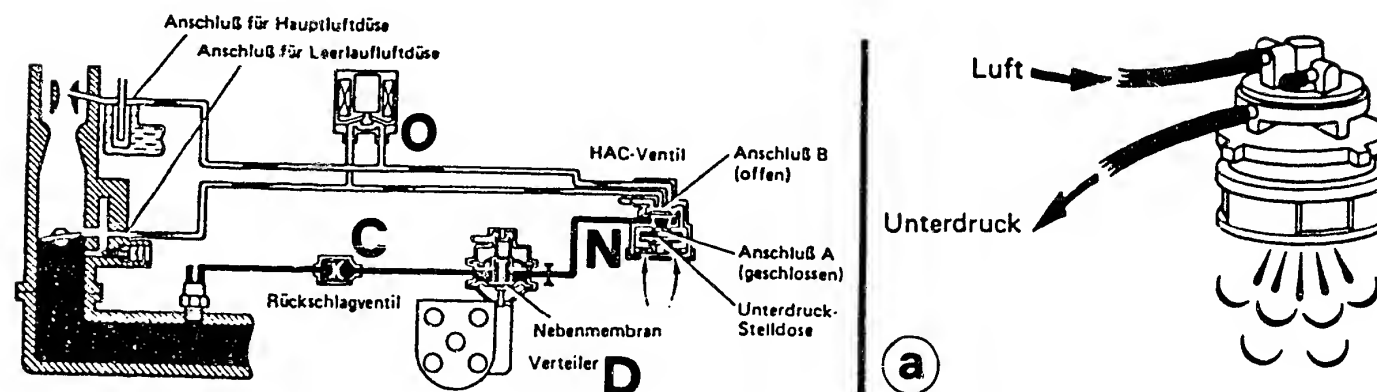

Bild 36 Barometerdose (N) zur Höhenkompensation am Motor 4A-C: a) Oberhalb 1198m über Meer muss die Barometerdose offen sein.
h) Als **Höhenkompensation** (Bild 36) wird dem Haupt- und Leerlaufsystem der 1. Stufe oberhalb 1200m über Meer Zusatzluft zugeführt, damit das Gemisch nicht überfettet. Gleichzeitig wird die Zündung um 8° nach Früh verstellt. Zur Steuerung dient eine Barometerdose rechts im Motorraum. Die Zündverstellung erfolgt nur bei hohem Unterdruck im Ansaugkrümmer, also Leerlauf und Schiebetrieb, da der Unterdruck laufend durch eine Drosseldüse ausgeglichen wird.